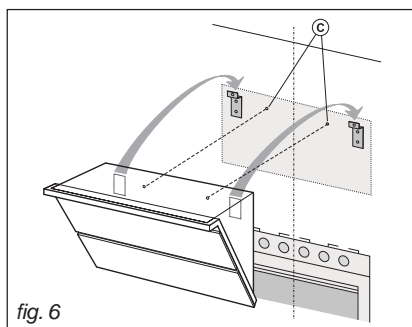

fig. 6
Herefter påhængtes emhætten (Fig. 6). Regulér den vandrette position ved at flytte emhætten til højre eller venstre. Efter endt justering afmærkes de andre to huller, som skal bores, uden at fjerne emhætten (C). Emhætten tages ned og de sidste huller bores (diameter på 8 mm), hvorefter der anvendes to ravplugs og to skruer (medfølger) til den endelige fastgørelse.